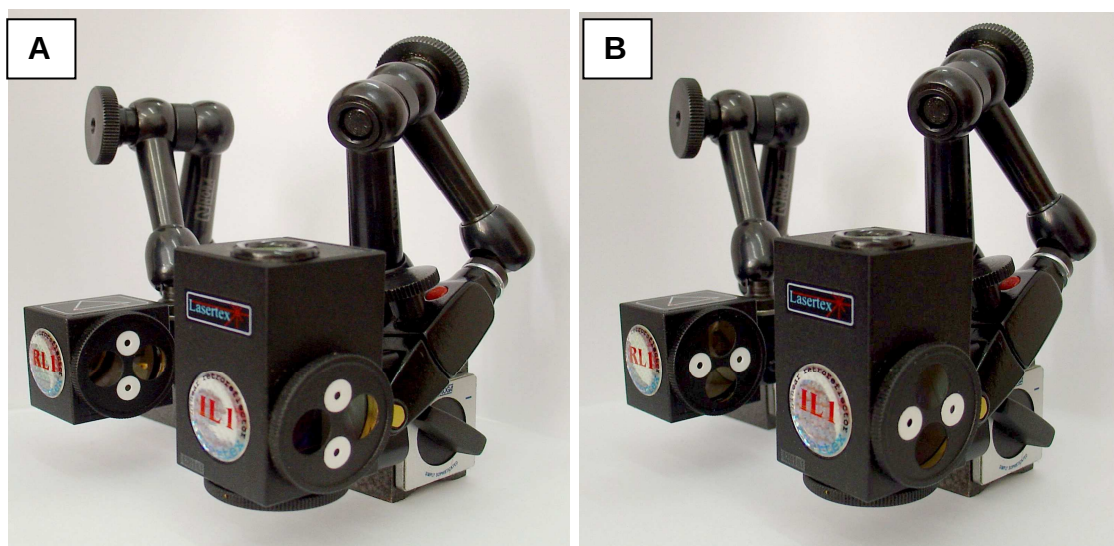

РИС.4.4. ПОЗИЦИЯ ВЫРАВНИВАНИЯ (А) РАБОЧАЯ ПОЗИЦИЯ (В)
6. Переместите подвижный элемент машины вместе с прикреплённым оптическим элементом на противоположное крайнее положение. Перегородки на IL1 и RL1 и лазерной головке установите на положение - "выравнивание" (рис. 4.4а).